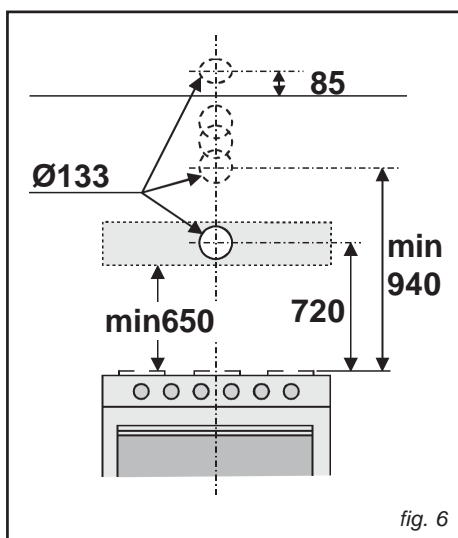

fig. 6
- Faites le trou dans le mur pour l'évacuation de l'air (de 133 mm de diamètre), en vous référant à la Fig.6 contenant les mesures pour les différentes possibilités.